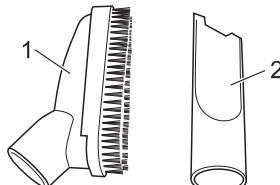

Abb. 6
- **Kombibürste (Abb. 6/1)**
- **Fugendüse (Abb. 6/2)**